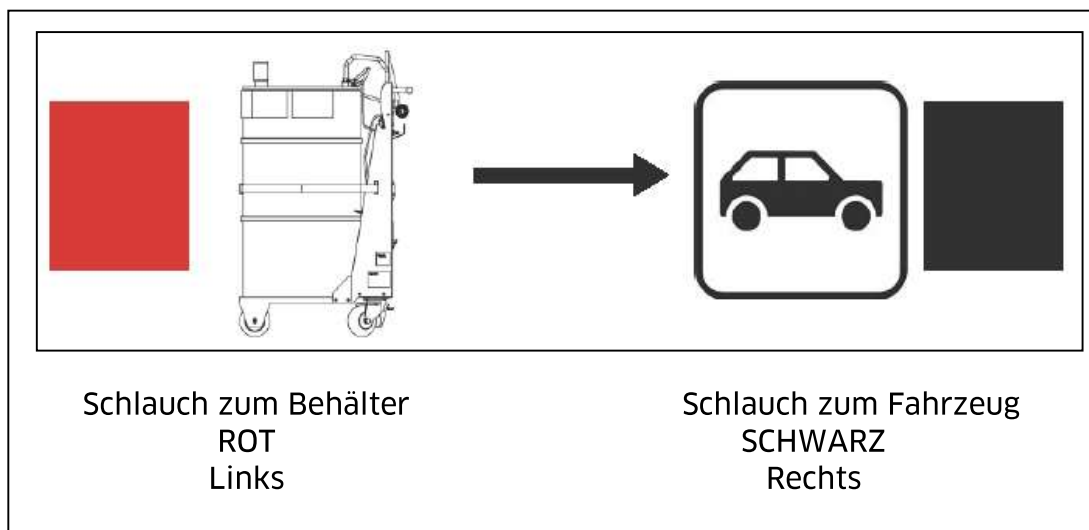

Abbildung 4
3. Die Förderschläuche für die Betriebsart „Absaugen“ kuppeln, siehe Abb. 4.
Mittelstellung der Pumpenmembrane	RESET-Knopf an der Pumpe drücken (siehe Abb.4)